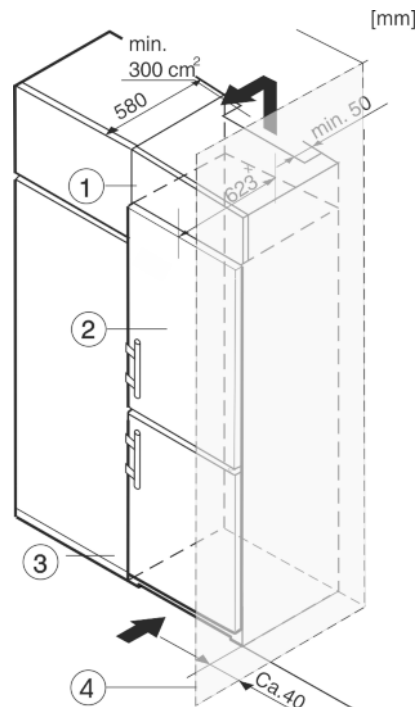

Fig. 11
- (1) Дополнительный шкафчик
- (2) Устройство
- (3) Кухонный шкаф
- (4) Стена
Устройство может быть окружено предметами кухонной обстановки. Чтобы уравнивать устройство Fig. 11 (2) по высоте с кухонной стенкой, можно установить над устройством соответствующий дополнительный шкафчик Fig. 11 (1).
В комбинации с кухонными шкафами устройство можно устанавливать непосредственно рядом с кухонным шкафом Fig. 11 (3). Чтобы можно было полностью открыть двери, устройство должно выступать, как минимум, на 65 мм* относительно передней стенки кухонного шкафа. В зависимости от глубины кухонных шкафов и использования пристенных распорок устройство может выступать и больше.
Если устройство установлено на шарнирах у стены Fig. 11 (4), то расстояние между устройством и стеной должно быть не менее 40 мм. Настолько выступает ручка при открытой дверце.